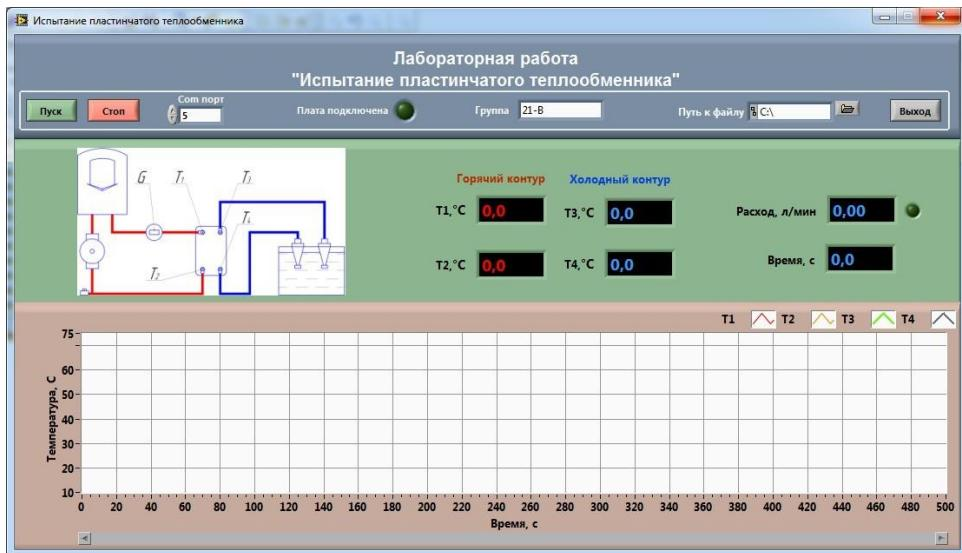

Рис. 4. Лицевая панель компьютерной системы измерения
- На лицевой панели внесите название сохраняемого файла и запустите программу кнопкой «Пуск» (рис. 4).